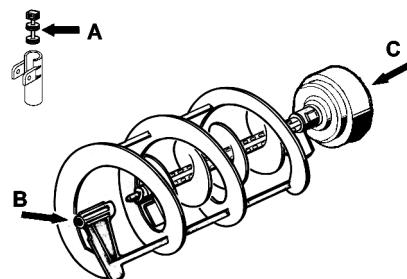

figure 13
- 1 Lubrifier le piston du robinet, le racloir intérieur et le racloir extérieur (aux points A, B et C indiqués en figure 13) en utilisant uniquement la graisse fournie par le fabricant ou d'autres **graisses à usage alimentaire**.